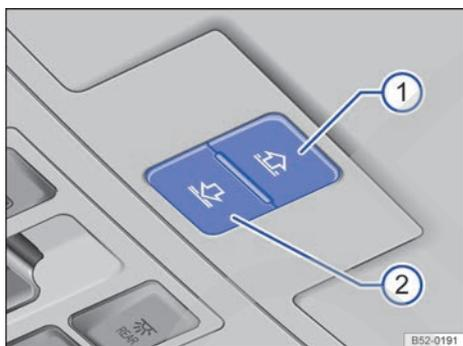

Fig. 55 En el revestimiento interior del techo: teclas de la cortinilla parasol.
Las teclas → fig. 55 ① y ② tienen dos niveles. En el primer nivel se puede abrir o cerrar la cortinilla parasol total o parcialmente.
Función	Cómo se ejecuta → fig. 55
- *Cortinilla parasol*: antes de que transcurran aprox. 5 segundos desde la activación de la función antiaprisionamiento, pulse la tecla → fig. 55 Ⓞ hasta que la cortinilla se cierre completamente.